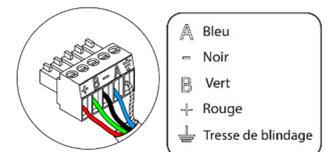

Fig. 35
Pour la connexion au bus de connexion Airzone de la platine centrale (6), vous disposez de 1 borne à 5 broches. Fixez les câbles à l'aide des vis de la borne, en respectant le code couleur (Fig. 35).